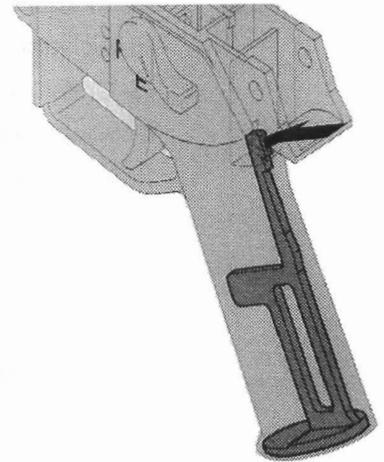

Bild 50 Deckel wechseln
- ⇒ Mit Schraubendreher Sicherungsnase am Deckel nach vorne und nach unten drücken (Bild 50).